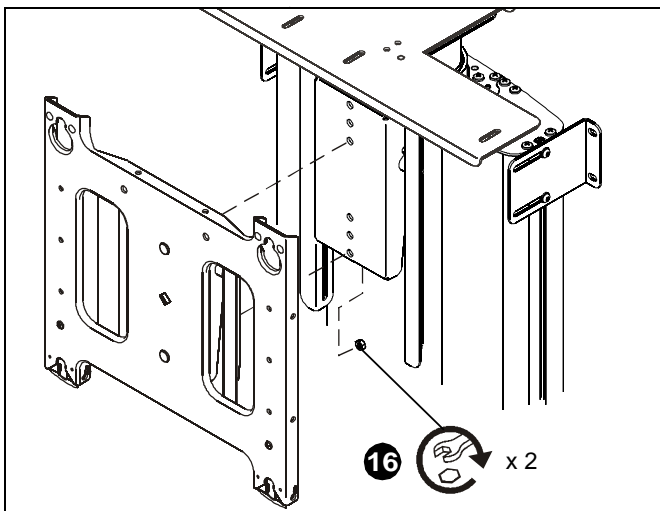

Figura 7
16. Fije la placa frontal a su soporte de sujeción con dos tuercas de seguridad. (Consulte la Figura 7).